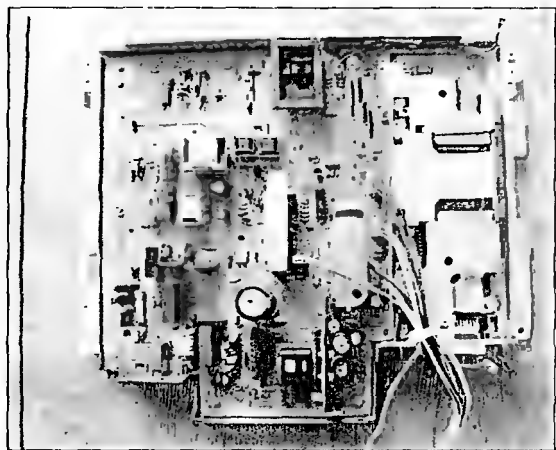

Рис. 5.25
21. Отключают остальные соединители от электронной платы, запоминая (при необходимости маркируя) посадочное место каждого. Снимают электронную плату (внешний вид платы представлен на рис. 5.25).